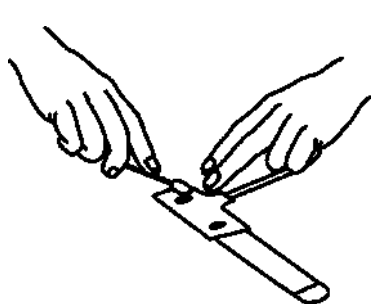

Рис. 2
- 1) Для сухой кожи липкость медицинского клея можно уменьшить или удалить, протерев клеевые участки ватным тампоном или марлей (см. Рис. 2).